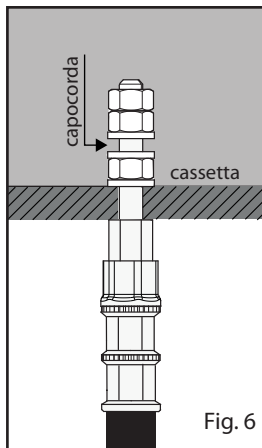

Fig. 6
- Bloccare il connettore (completo di dadi e rondelle come illustrato in Fig. 6) alla cassetta di sintonia/cassetta raccorderice di frequenza" e procedere al collegamento.